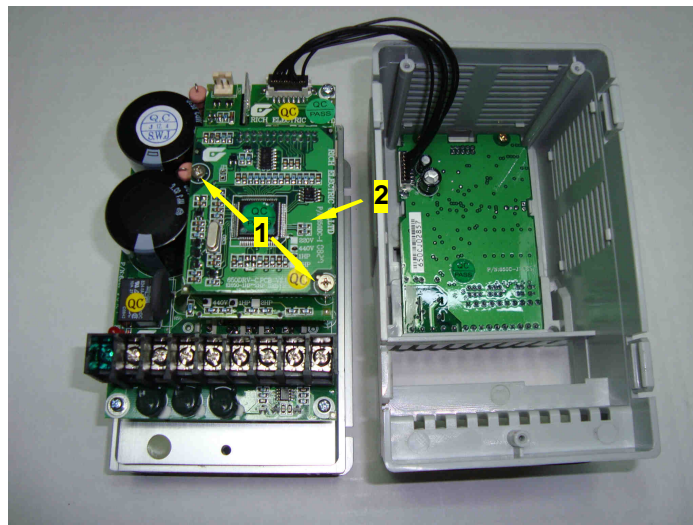

Рис. 6.10
6.5.2. Отвернуть два винта 1, демонтировать плату драйверов ЦП 2 (рис. 6.10) и положить ее в тару.